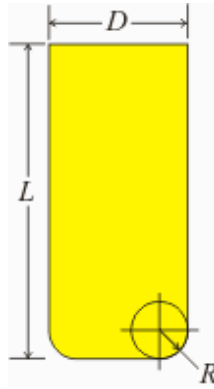

Figura 1.73 Parámetros de la herramienta tórica.
- Herramienta tórica , que tiene como parámetros longitud (L), diámetro (D) y radio de punta (R), Figura 1.73.